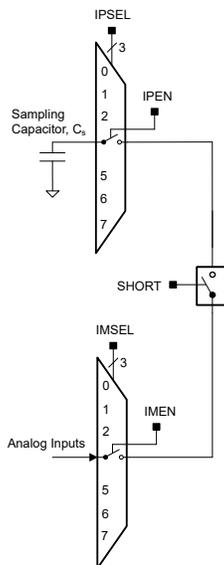

図 6-4. コンパレータ ショート スイッチ
図 6-4 に示すように、必要なサンプリング時間はサンプリング コンデンサ (CS) のサイズ、短いスイッチ (R-) と直列に接続された入力スイッチの抵抗、外部ソース (RS) の抵抗に比例します。サンプリング コンデンサ CS は 100pF より大きい必要があります。サンプリング コンデンサ CS を充電する時定数 τ は、式 2 で計算できます。